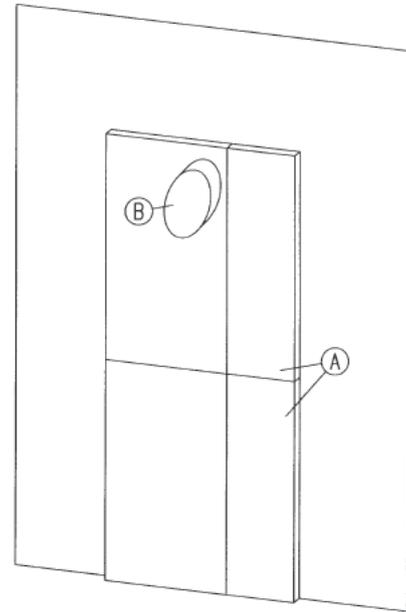

Abb. 1
- 3.2 Nun befestigen Sie zunächst vier Promasil 950-KS Platten gemäß **Abb. 1** an den Stellwänden. Die Isolierung muss 5 cm über den Schornsteinanschluss ragen. Nach dem Aufstellen des Wärmeerzeugers sind die Platten nicht mehr zugänglich.